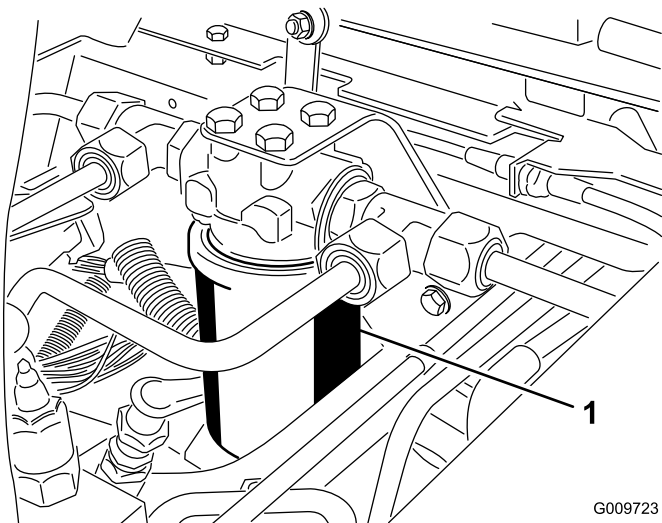
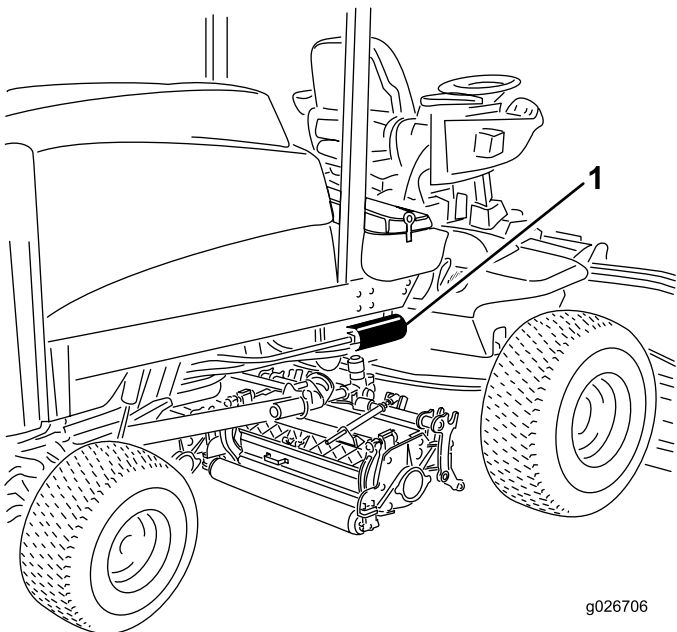

Figura 78
Figura 79
3. Collocate una bacinella di spurgo sotto il filtro (Figura 78 e Figura 79).